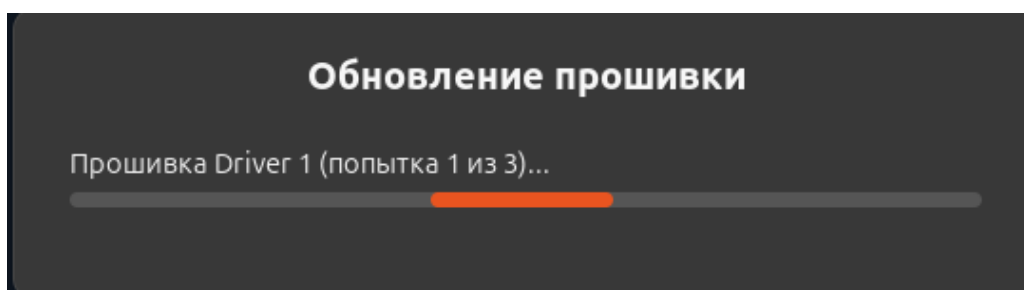

Рисунок II-77 – Уведомление об обновлении
- 4) если все условия выполнены, то нажмите «Yes». Отобразится уведомление о начале обновления (см. Рисунок II-77);